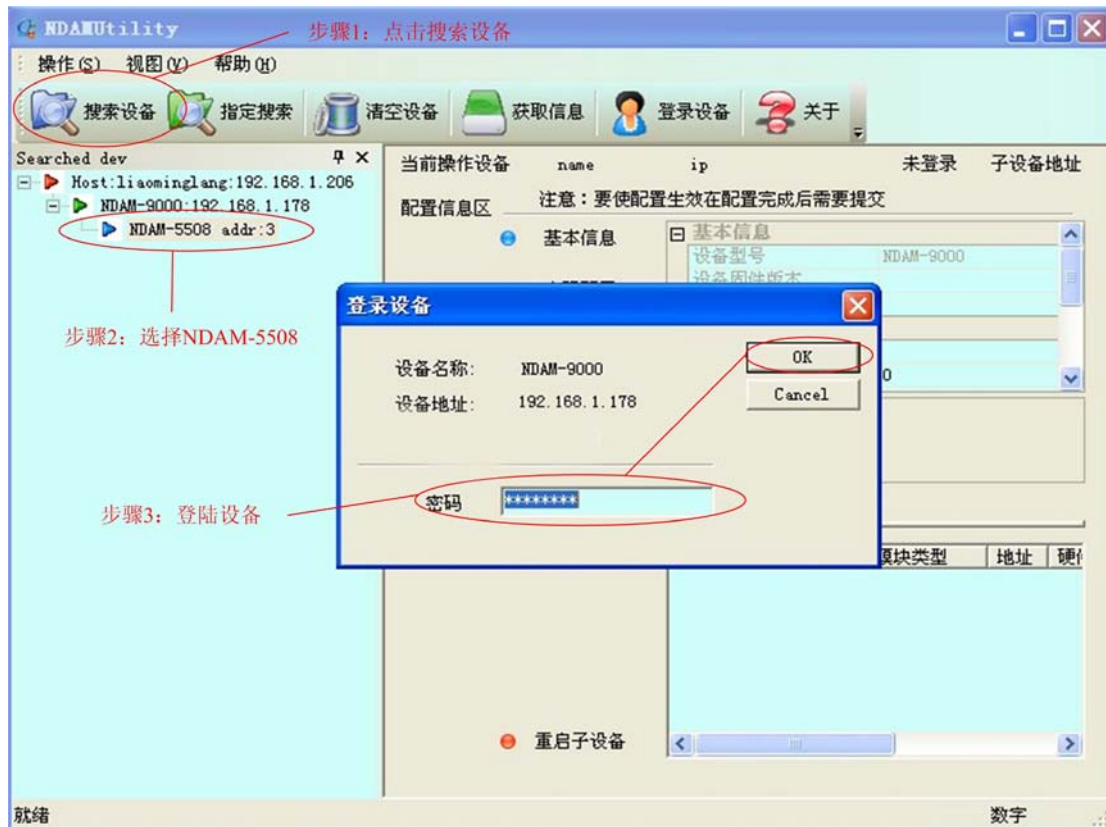

图 4.3 登陆设备
- 2) 单击界面上的“搜索设备”按钮，进行设备搜索，如图 4.3 所示。
- 3) 单击界面上的“NDAM-5508 addr: 3”，输入当前通讯模块的登陆密码后点击 OK，登陆设备，如图 4.3 所示；